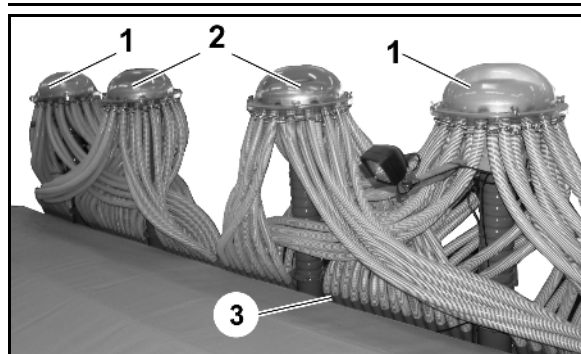

Рис. 60
- Внешние распределительные головки для посевного материала (Рис. 60/1).
- Средние распределительные головки для удобрения (Рис. 60/2).
С помощью системы шлангов (Рис. 60/3) удобрение с посевным материалом транспортируются соответственно к сошнику.